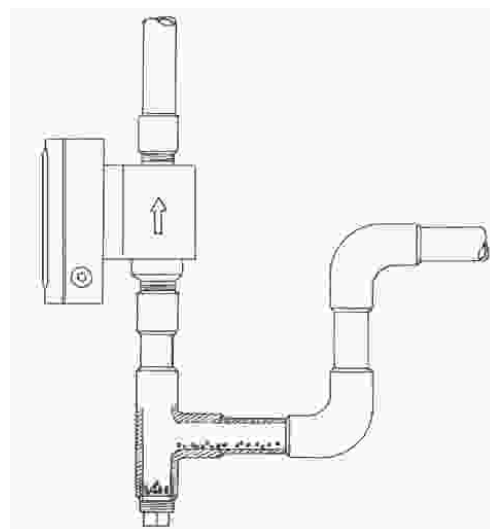

Figura 4
- Se o líquido medido contém sólidos em suspensão, instale o medidor em uma posição onde os sólidos suspensos estejam uniformemente distribuídos (**figura 4**).